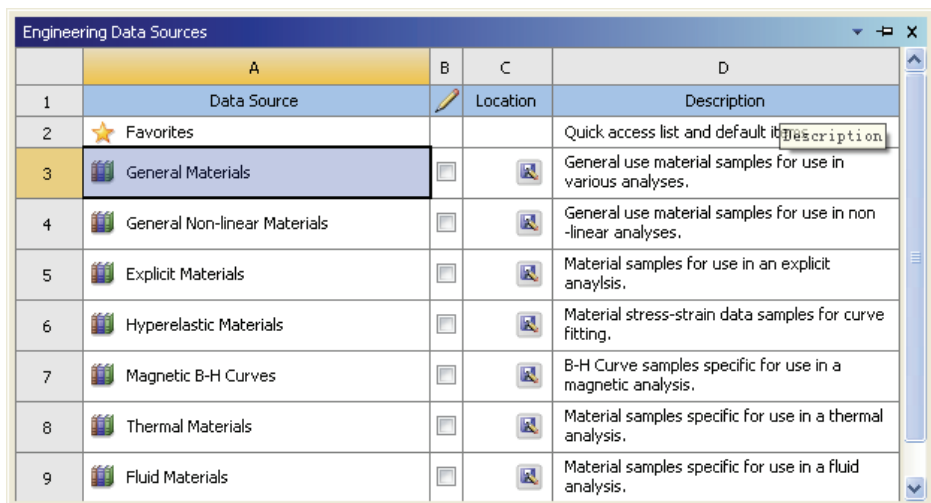
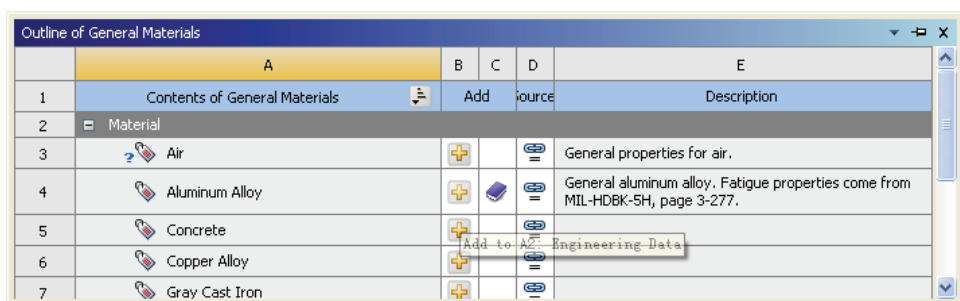

图 8-14 Engineering Data Sources 窗口
图 8-15 Outline of General Materials 窗口
3) 单击 Engineering Data Sources 窗口 (见图 8-14) 中的 General Materials, 此时 Outline 窗口将显示为 Outline of General Materials (见图 8-15)。